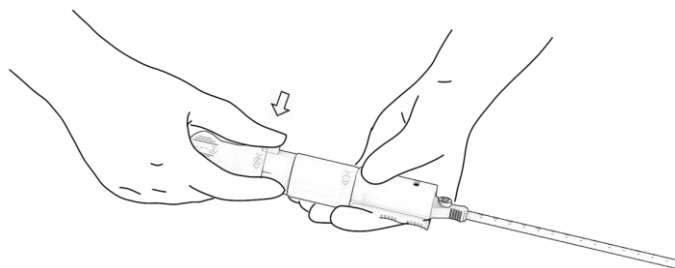

Afbeelding 14. Verwijdering van de voerdraad.
- a. Zoek de indicator met markering '3' en verwijder de voerdraad volledig uit de patiënt en het PerQseal+ afsluitsysteem. Het verwijderen van de voerdraad kan door een assistent worden uitgevoerd. Afbeelding 14.